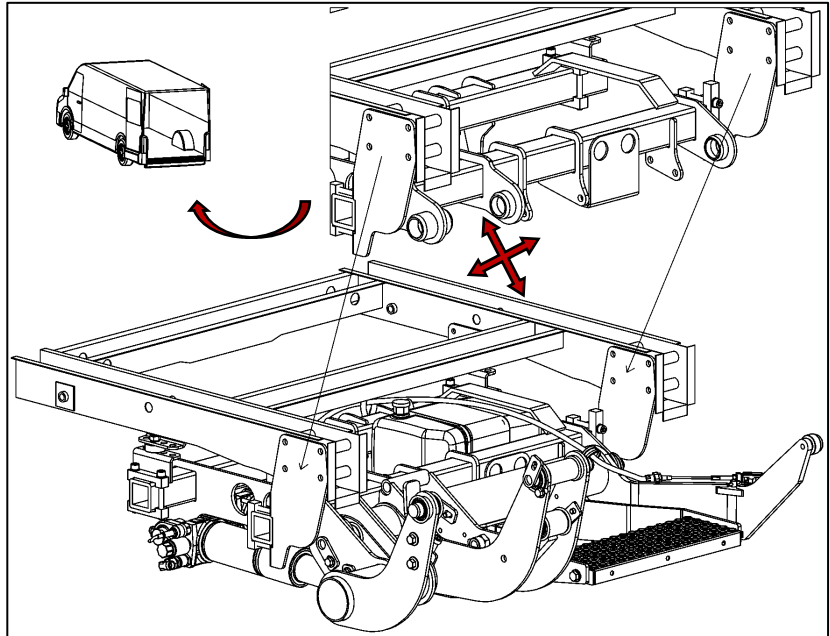

Abbildung 29
- Montage Adapter am Hubwerk entsprechend Bohrungen des Herstellers am Fahrzeugrahmen ausrichten. **HINWEIS:** für Fahrzeuge mit einer Ladebordwand ohne Kugelkopfkupplung (siehe Abbildung 29).